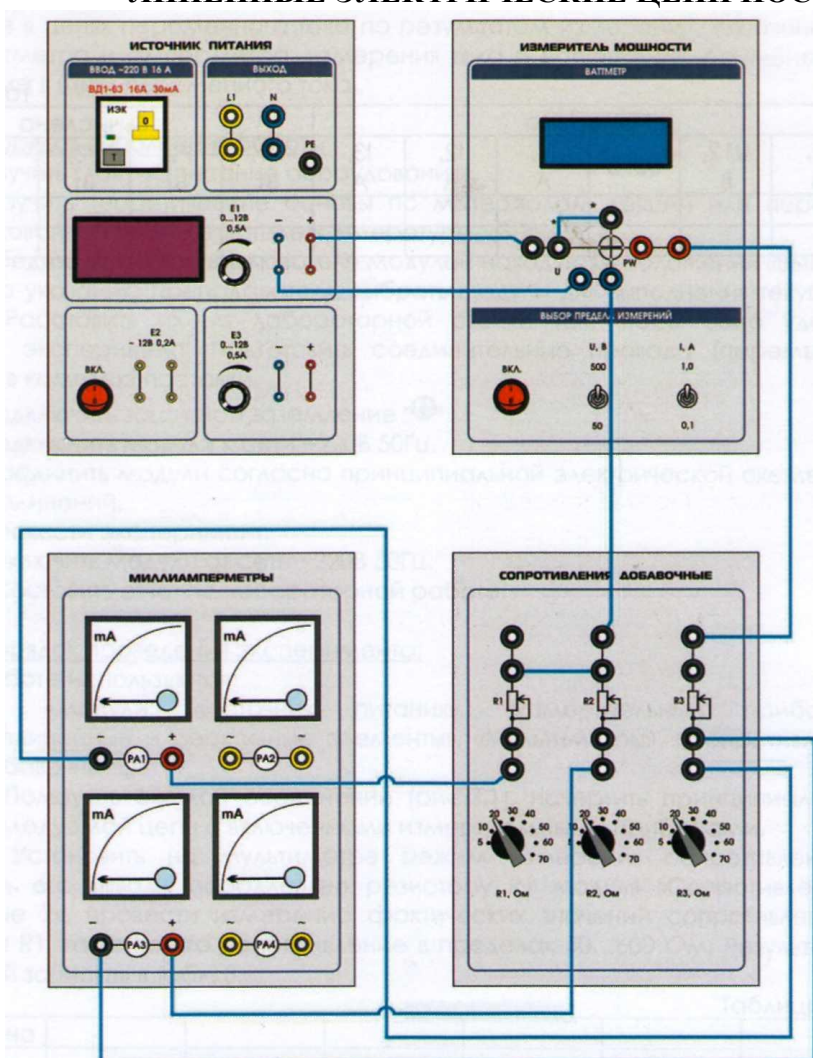

Рис.3.3. Изучение линейной электрической цепи постоянного тока со смешанным соединением элементов.
3.8. Собрать линейную цепь со смешанным соединением резисторов (рис.3.3). Установить значения номинальных сопротивлений резисторов R1-R3 модуля «Сопротивления добавочные 1» в соответствии с заданным вариантом (табл.3.5). После проверки схемы преподавателем включить электропитание модулей стенда. Измерить напряжения на входе цепи и на всех участках цепи, а также все токи. Результаты занести в табл.3.6. Установить